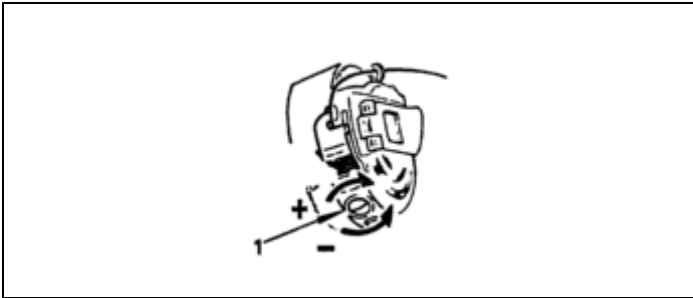

Fig. 21
17. AJUSTE DA TENSÃO DO FIO NA BOBINA (Fig. 21)